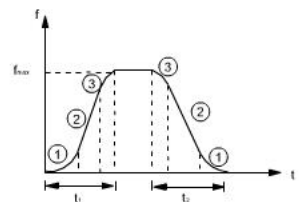

图6-10 S曲线加减速
输出频率按照S形曲线递增或递减, 如图6-10所示。
S曲线起始段时间如图6-10中①所示，这里输出频率的斜率从0逐渐递增。
S曲线上升段时间如图6-10中②所示，这里输出频率的斜率恒定。